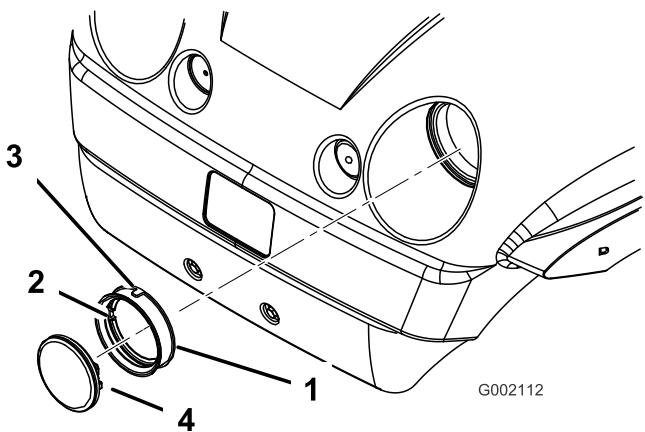

図 40
- 5. シール内側のノッチを合わせて新しいヘッドライトにシールを取り付ける（図 40）。シールがぴったりと嵌まるようにすること。
4. ヘッドライトの周囲からゴム製のシールを取り外す（図 40）。取り外したライトは破棄する。